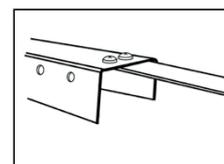

Abb. 9
Beachten Sie, dass der Träger am unteren Profileteil (4), Abb. 9., so angebracht werden muss, dass sich die Schraubenköpfe an der Profilerseite und die Muttern an der Profilunterseite befinden.